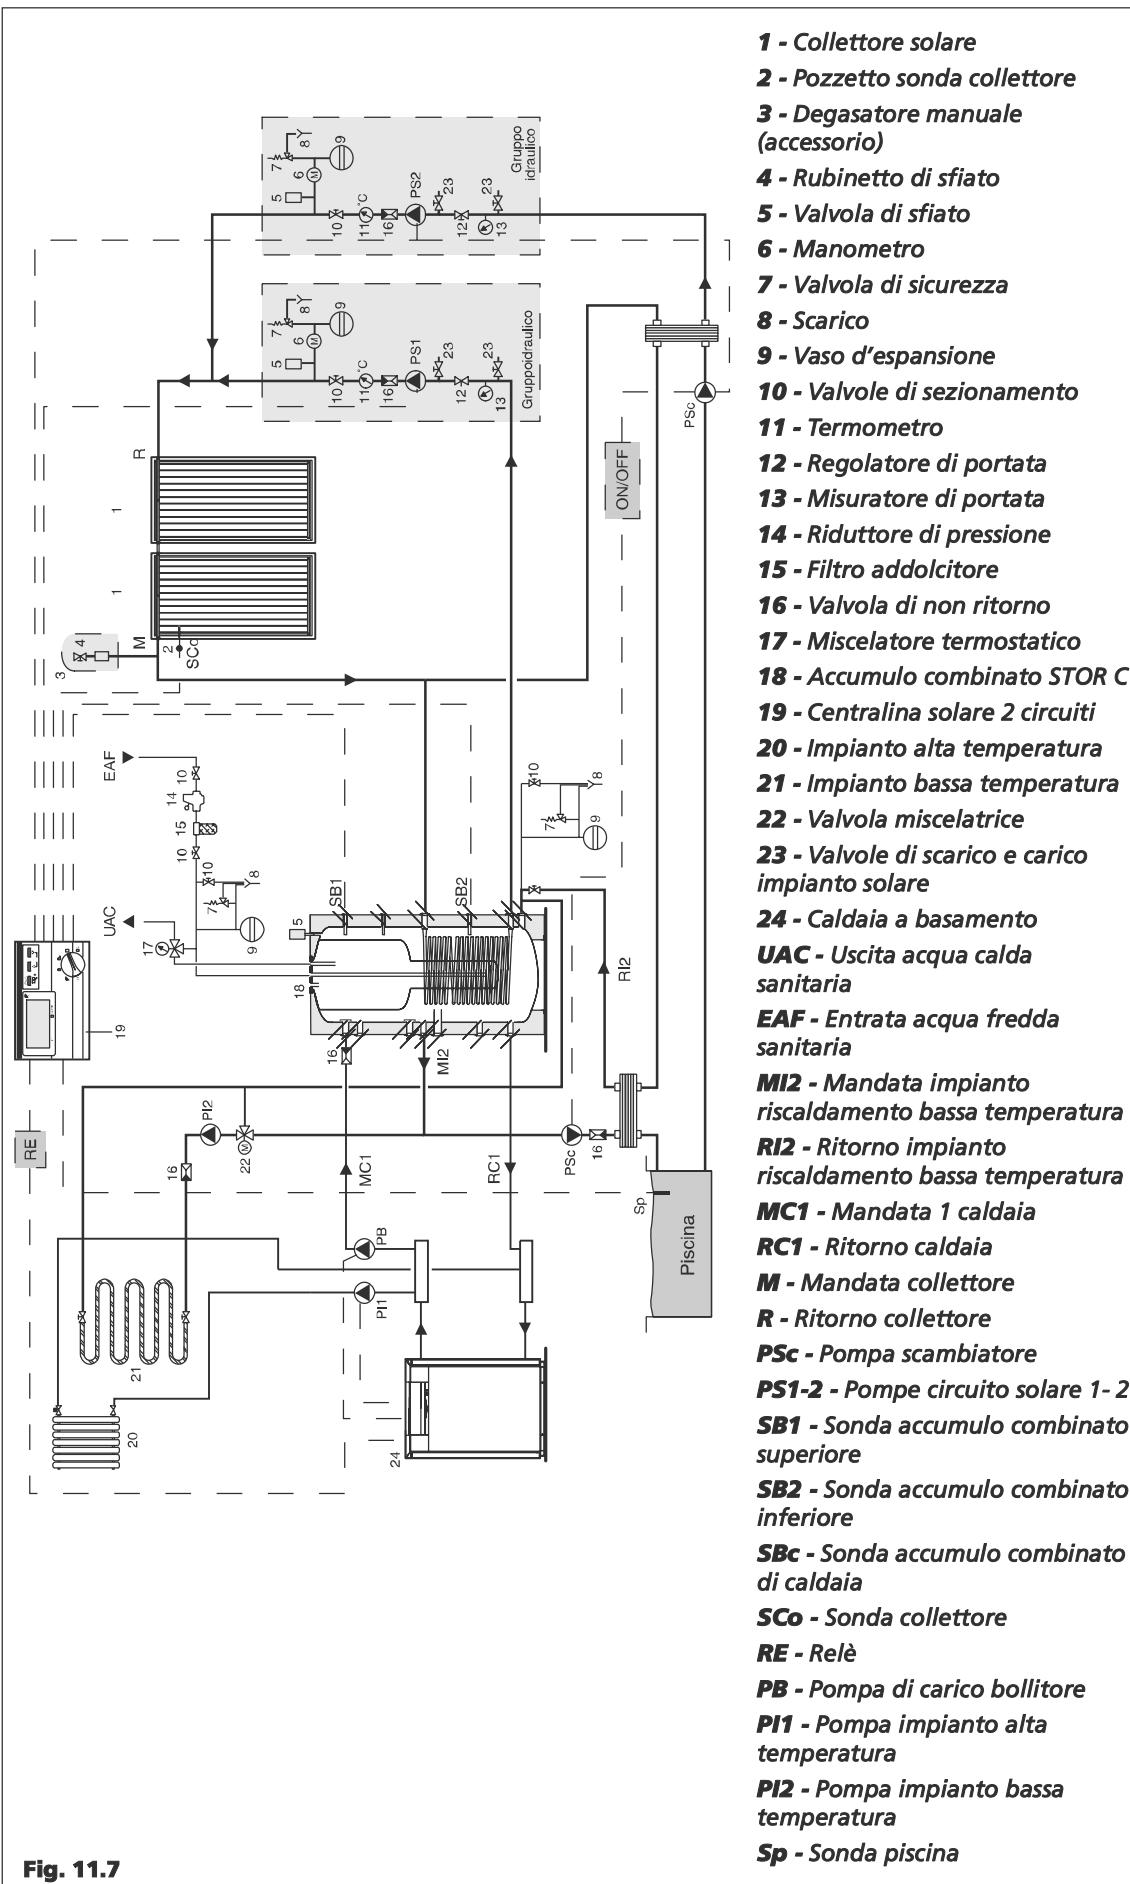

Fig. 11.7
11.10 Schema idraulico con caldaia a basamento e piscina (Fig. 11.7)